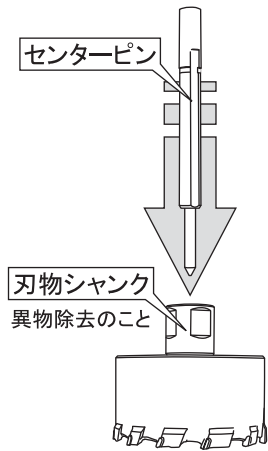
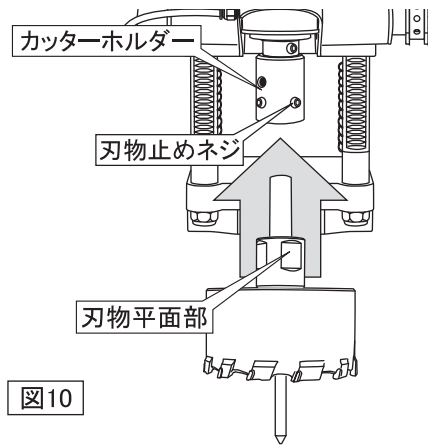

図10
図11
- (1) ご使用になる刃物にセンターピンを差して、センターピンがスムーズに摺動するか確認してください。(図10)
- (2) 刃物シャンクと刃物取り付け部にゴミ等の異物が無いことを確認してください。異物の付着があった場合には取り除いてください。
- (3) 上記刃物を機体のカッターホルダーに挿入しセットします。この時刃物の平面部とカッターホルダーの刃物止めネジが合うようにしてください。(図11)
- (4) 刃物止めネジを付属の六角棒レンチで時計回りにしっかりと締付け確実に固定してください。